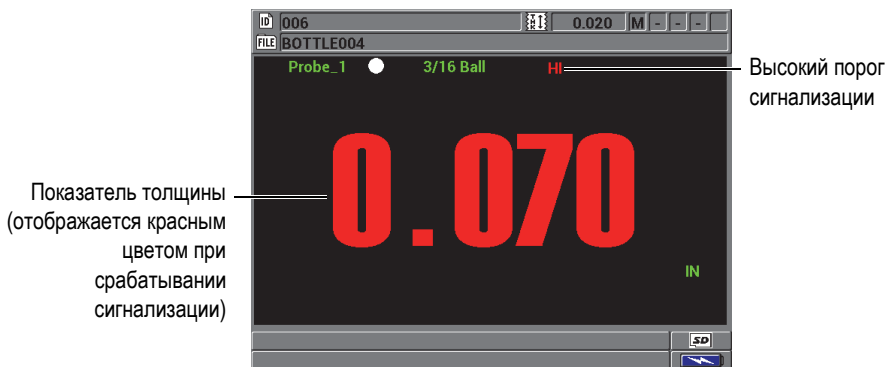

Рис. 5-5 Высокий порог сигнализации
- Индикатор сигнализации **HI** или **LOW** появляется в верхнем правом углу экрана измерения (см. Рис. 5-5 на стр. 100).